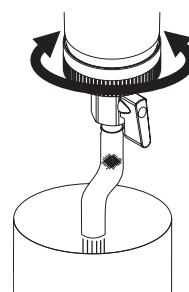

рис. 3
- Щоб очистити фільтр, кілька разів поверніть ребристу нижню частину вліво і вправо (рис. 3).